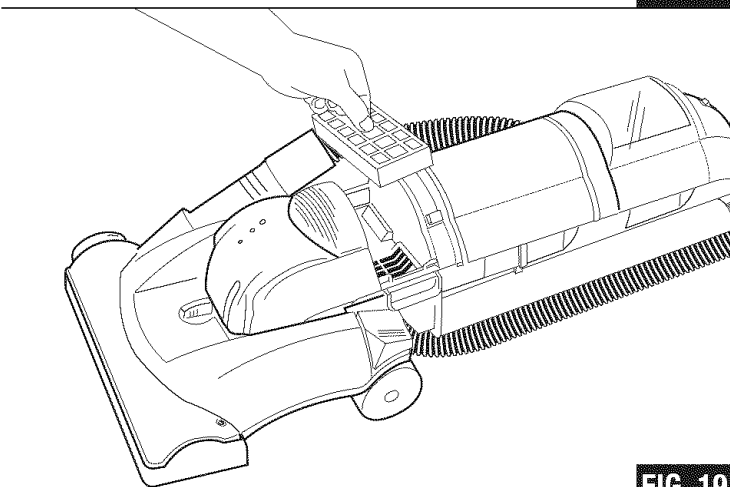

FIG. 19
**Step 2:** Pull filter frame from unit by pulling on tab in center (FIG. 19).
**Étape 2 :** Retirez de l'aspirateur le cadre du filtre en tirant la languette située au centre (FIG. 19).
**Paso 2 :** Saque el armazón del filtro jalando la lengüeta en el centro (FIG. 19).